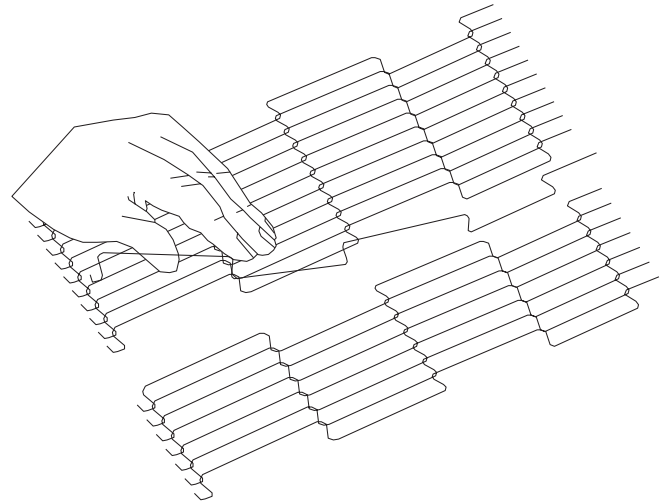

**Figura 4-29.**
3. Quite los eslabones maestros externos de los laterales izquierdo y derecho de la correa del transportador como se indica en la Figura 4-29.